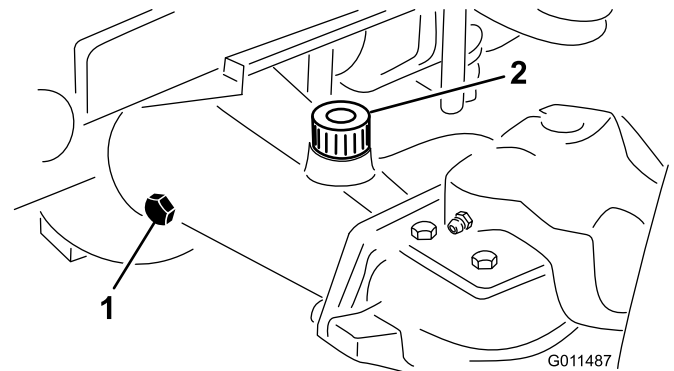

Figura 60
2. Retire un tapón de verificación de un extremo del eje y asegúrese de que el lubricante llega al borde inferior del orificio (Figura 60).